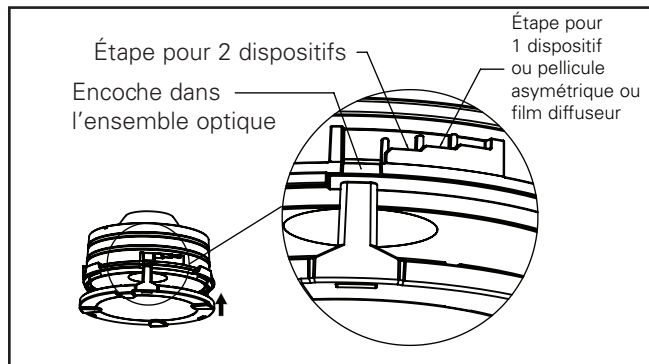

Figure 18
4. Insérez l'ensemble du dispositif en alignant la languette du support du dispositif sur l'encoche de l'ensemble optique. (Figure 18)